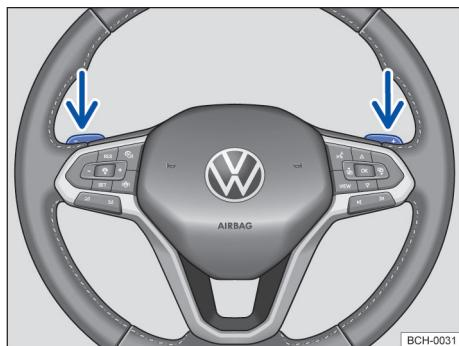

Fig. 91 Volante com seletores basculantes do Tiptronic.
- Puxar o seletor basculante direito → Fig. 91 na direção do volante para aumentar a marcha.